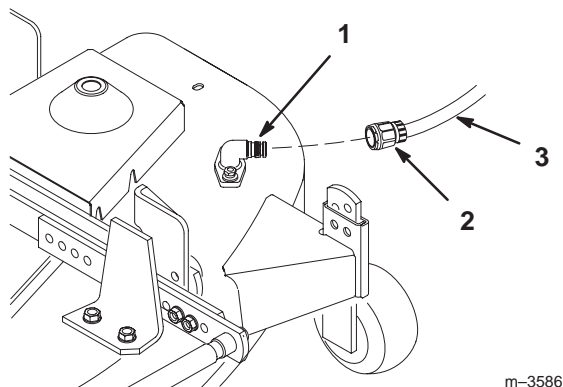

Figure 36
5. Vissez un raccord de lavage à l'embout de lavage, et ouvrez l'eau en grand (Fig. 36).